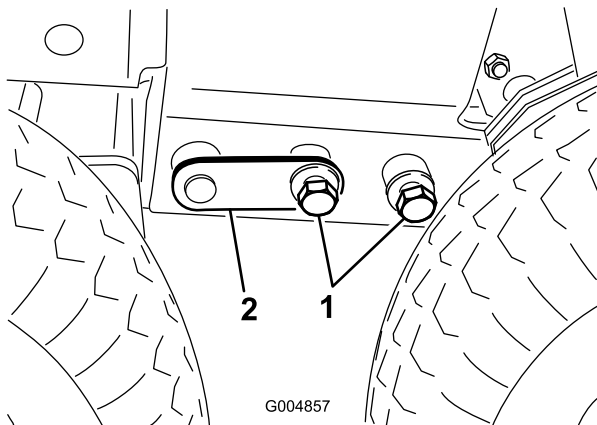

Figure 81
19. Enlevez les (2) boulons de 3/4 pouce de diamètre qui fixent le cadre avant au cadre arrière en avant de la roue motrice, de chaque côté du cadre (Figure 81). **NE RETIREZ PAS LA GOUPILLE D'ACCOUPLEMENT À CE STADE.**